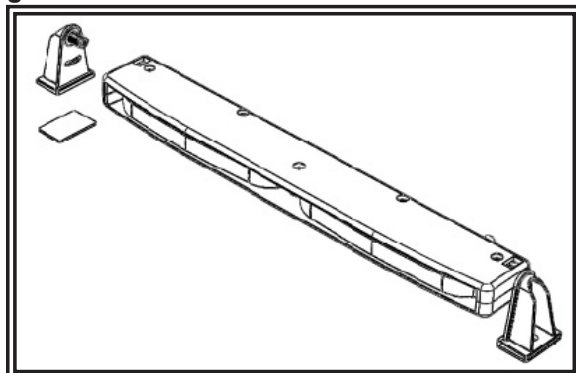

Figure 6
6. Installer le support comme indiqué à la figure 6. Serrer doucement l'écrou à la main.
2. Montez le support de la coque comme indiqué dans la fig. 6. Serrez doucement l'écrou à la main.